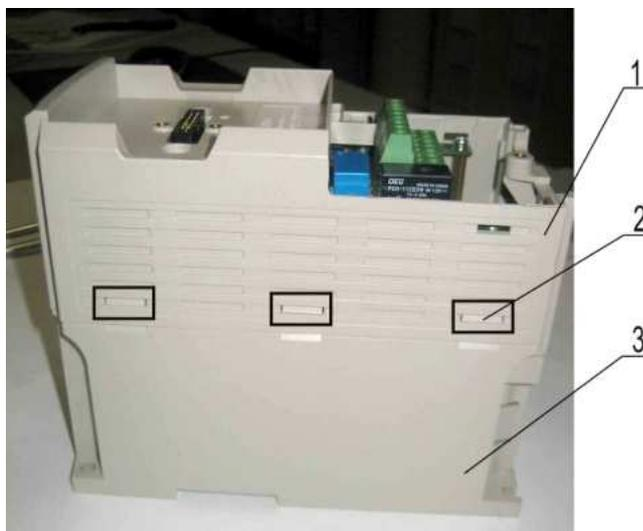

Рис. 7.23
7.8.1. Установить верхнюю часть корпуса, приложив рукой вертикальное усилие вниз до щелчка, при этом шесть фиксаторов 2 с двух сторон основания корпуса 3 должны войти в отверстия верхней части корпуса 1 (рис. 7.23).